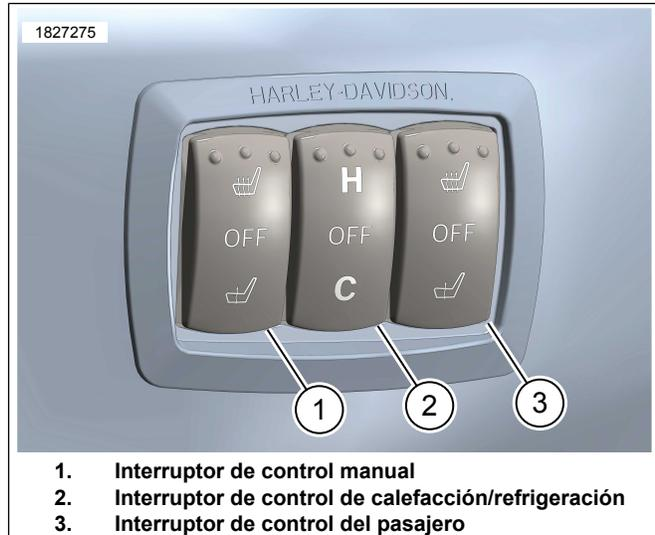

Figura 3. Interruptores de control de la calefacción/refrigeración del asiento
1. Ve a la Figura 3. Interruptores (1, 3):
- d. El control del conductor (1) se encuentra más cerca de la posición de asiento del conductor.
- e. El control del pasajero (3) se encuentra más cerca de la posición de asiento del pasajero.
2. Ve a la Figura 3. Interruptor (2):